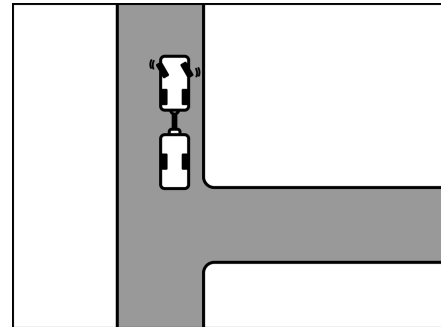

Bild 11 Styr åt vänster
- Vrid ratten åt vänster när fordonet står still (Bild 11).